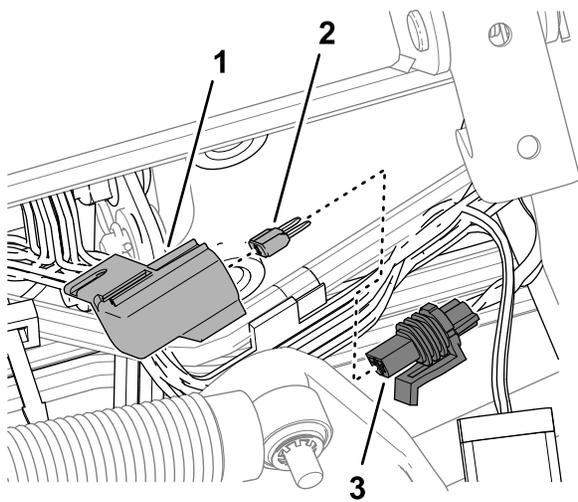

Figura 135
3. Rimuovete il tappo dal portafusibili in linea etichettato 10 A FUSE TELEMATIC PWR (Figura 135).